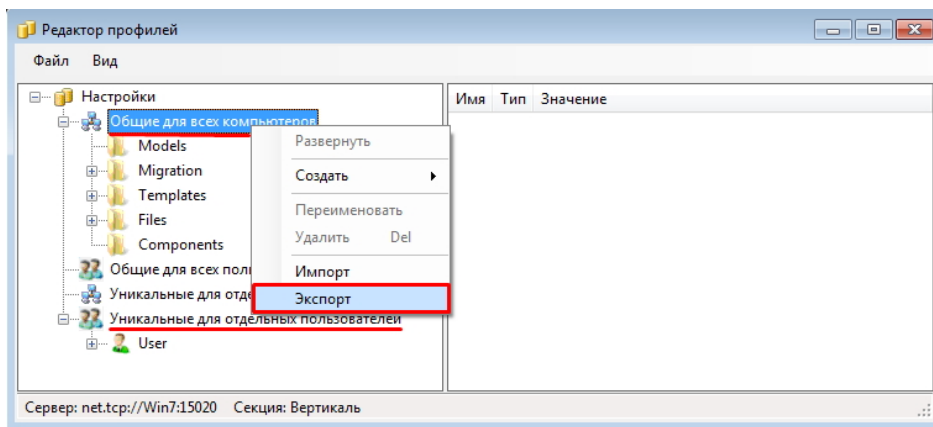

Рис. 4.9
1. С помощью Редактора профилей выполните экспорт узлов, содержащих конфигурационные данные САПР ТП ВЕРТИКАЛЬ и системы Нормирование материалов. В секции **Вертикаль** выполните экспорт разделов **Общие для всех компьютеров** и **Уникальные для отдельных пользователей** (рис. 4.9).